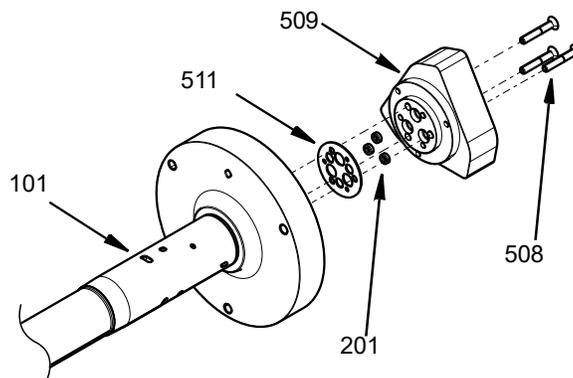

図 27
7. 3 本の保持ロッドシール (201) をエアシリンダーハウジング (509) に取り付けます。ロッドシールの取り付けについてはシール挿入および削除ツールキット、25T489 ページ番号 32 を参照してください。新しいガスケット (511) を取り付け、3 本の M4 ネジ (508) を使ってエアシリンダーハウジングをセントラルボディ (101) に固定します。29.2 in-lbs (3.3 N•m) のトルクで締めます。以下を参照してください：図 27 を参照ください。